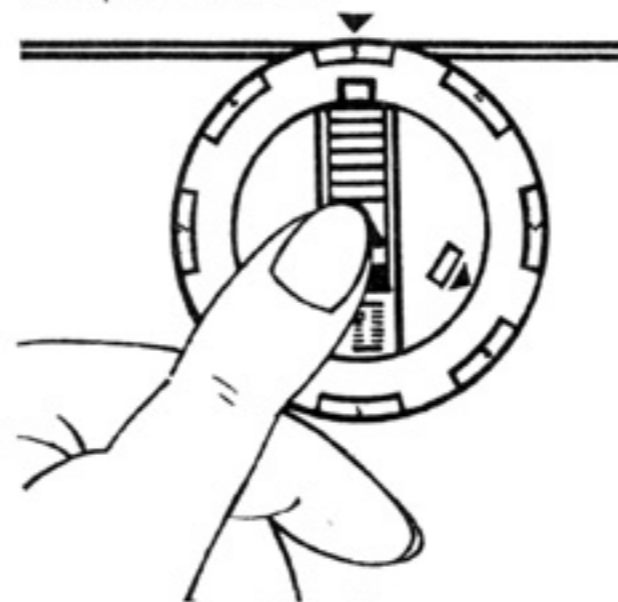

Рис. 41
27. Петли (рис. 41 - 46)
Необходимо оказывать внимание на последовательность рабочих приемов согласно рис. 41 - 46.
Не забывайте после окончания шитья петли под пуговицу передвигать переключатель для изготовления петли 25 в исходное положение (рис. 41).